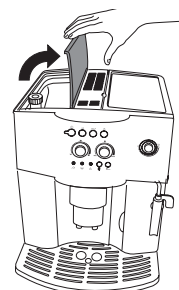

Figura 2
1. Aprire il coperchio del contenitore dei chicchi di caffè, riempire il contenitore con caffè in grani, quindi richiudere il coperchio. (Figura 2)